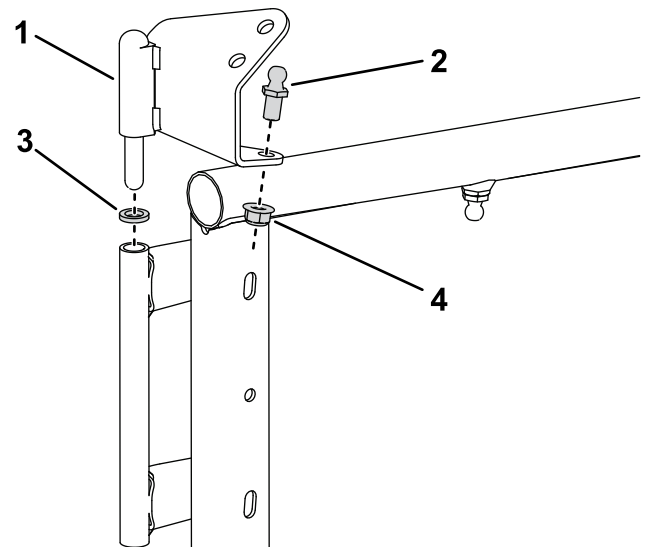

Figura 4
3. Instale uma cavilha na dobradiça superior esquerda como mostrado na Figura 4; aperte-a com 10 a 12 N·m.
4. Instale a dobradiça superior esquerda e um espaçador na parte superior da articulação como mostrado na Figura 4.